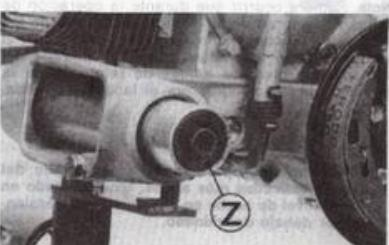

Fig. 65
**Fig. 65. Sustitución de tapones elásticos de unión motor-bastidor:** el desmontaje de los tapones elásticos «Z» completos de los respectivos tubos interiores, no requiere el empleo de herramientas especiales; para el desmontaje es suficiente actuar con una espiga metálica introducida en el tubo de uno de los dos tapones y golpear contra el tubo del tapón a extraer.